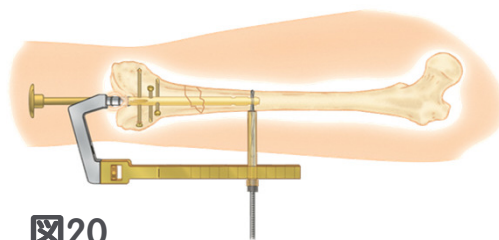

図20
4. φ4.0mmロングパイロットドリル（7163-1110）で両皮質骨をドリリングします（図20）。